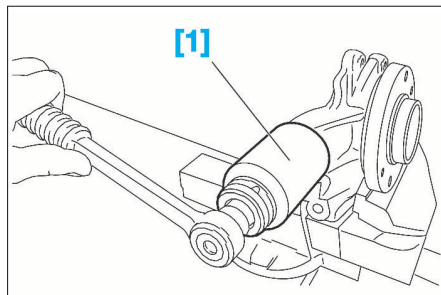
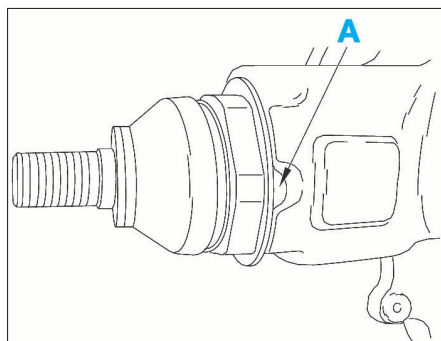

FIG. 24
FIG. 25
- Déposer la rotule de pivot (2) à l'aide de l'outil [1] (douille genre FACOM NK.41L) (Fig.24).
- Reposer la rotule de pivot (2) et la serrer à 23 daN.m.
- Freiner la rotule dans les encoches (A) du pivot (Fig.25).
- Engager la tôle (1) neuve sur le corps de la rotule.
- Immobiliser la tôle en la déformant en (B) sur un des crans de la rotule.